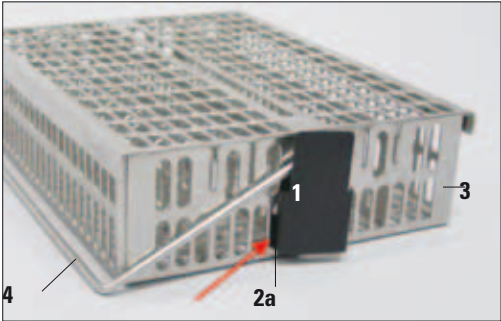

图 9
- 将防反射夹具 (1) 的左侧吊耳 (2a) 插入下部椭圆形开口的第七个孔 (左起) 中 (图 9)。